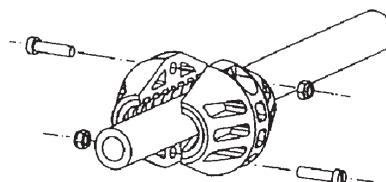

Fig. 7
- Desserrez et retirez la butée d'arrêt du flexible (fig. 7).